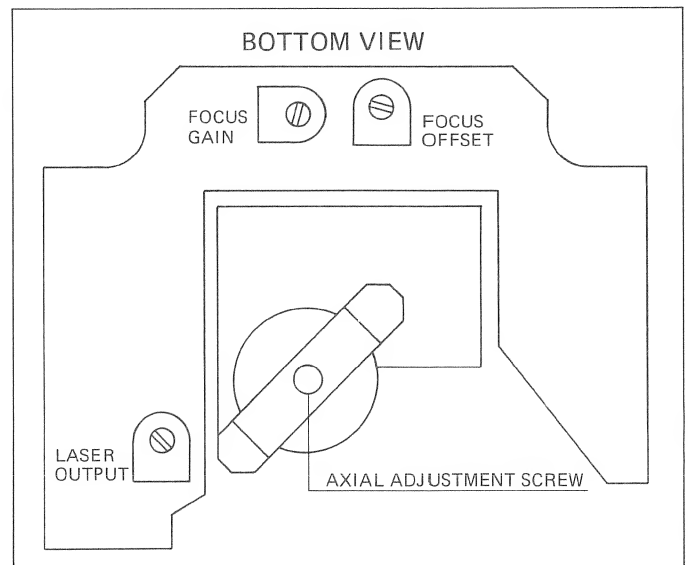

Fig. 4.16
- Mit Trimpotentiometer LASER OUTPUT (auf Laufwerk 1.769.100.36, Fig. 4.16) die Spannung an R63 auf 500mV \pm 50mV einstellen.